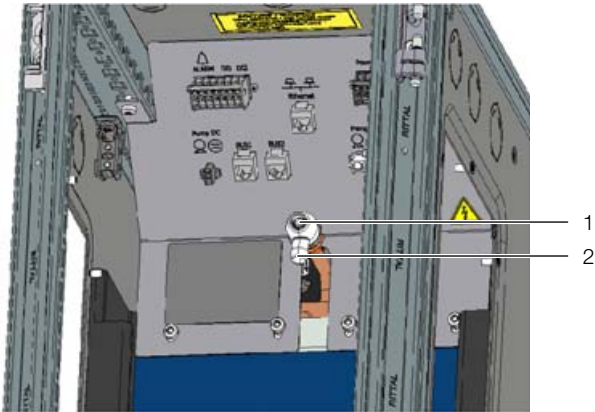

Abb. 74: Entlüftung des Wärmetauschers
- Stecken Sie den Ablaufschlauch aus dem Zubehör oben am Entlüftungsventil auf den Steckverbinder (Abb. 74).
- Öffnen Sie das Entlüftungsventil (Abb. 74, Pos. 1) mit dem Vierkantschlüssel aus dem Lieferumfang